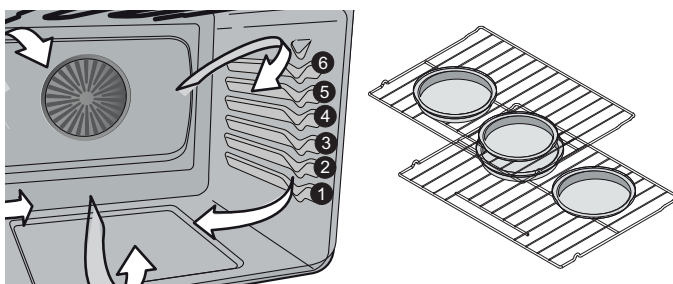

Figure 9 : Recommandées des grilles et des moules
- Lorsque vous faites cuire des gâteaux à l'aide de deux grilles, placez les ustensiles de cuisson aux positions 1 plat et 3 glisse et placez les ustensiles de cuisson comme indiqué sur la Figure 9.